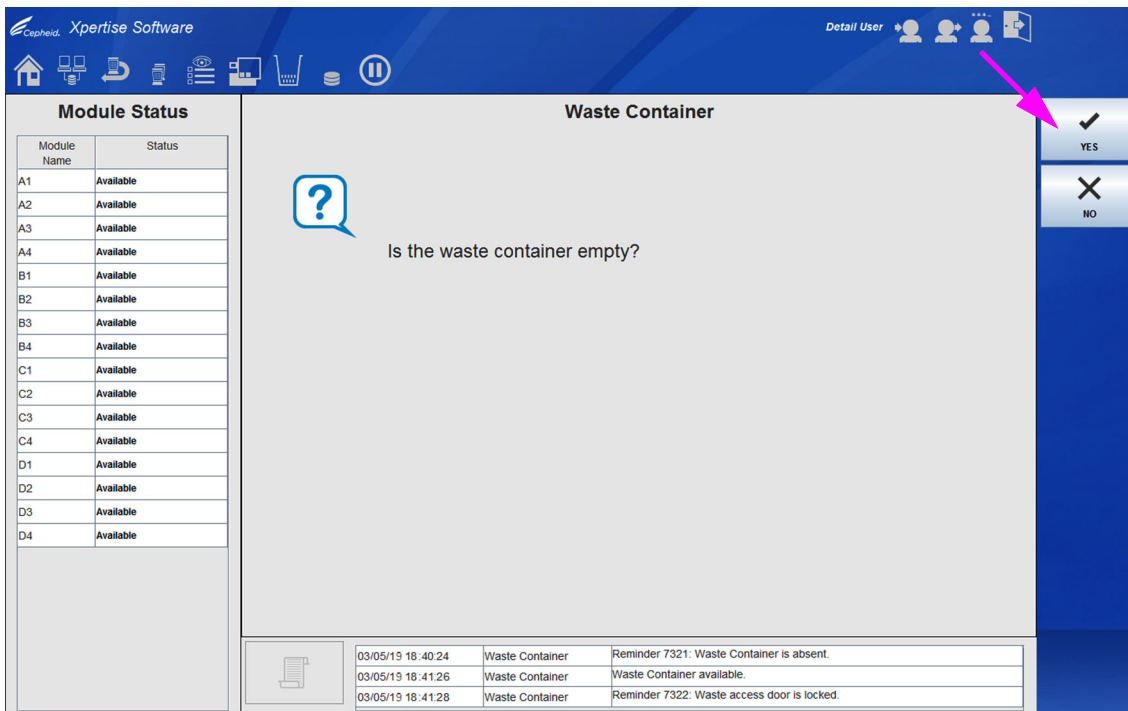

Figura 9-45. Instalar o recipiente de resíduos
7. Volte a colocar o recipiente de resíduos na respetiva estrutura com a etiqueta **FRONT (FRENTE)** virada para a frente. Ver Figura 9-45.